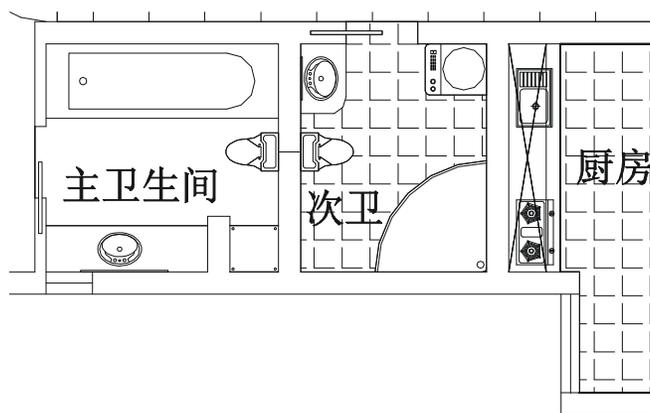

图 6-1-61
**STEP 04** 使用偏移命令 OFFSET 和绘制圆的命令 CIRCLE 绘制洗手池的台面和装饰性玻璃隔板，如图 6-1-61 所示，其具体操作步骤如下：
使用镜像命令 MIRROR 对该圆进行两次镜像，得到如图 6-1-61 所示的效果。